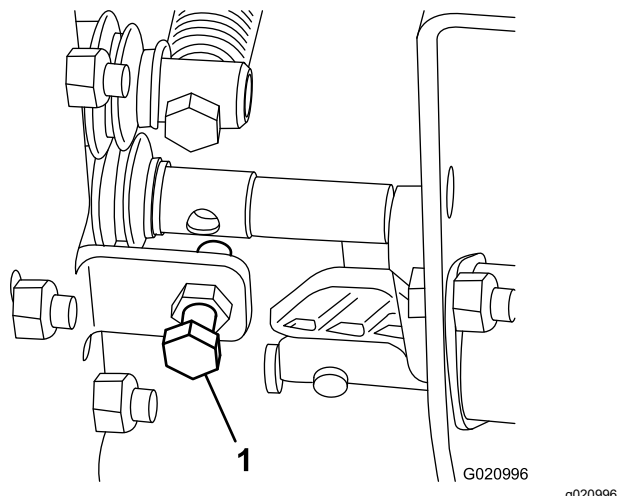

Figure 20
- Si la vitesse de levage de la machine est insuffisante ou excessive, ajustez le boulon comme indiqué à la Figure 20.